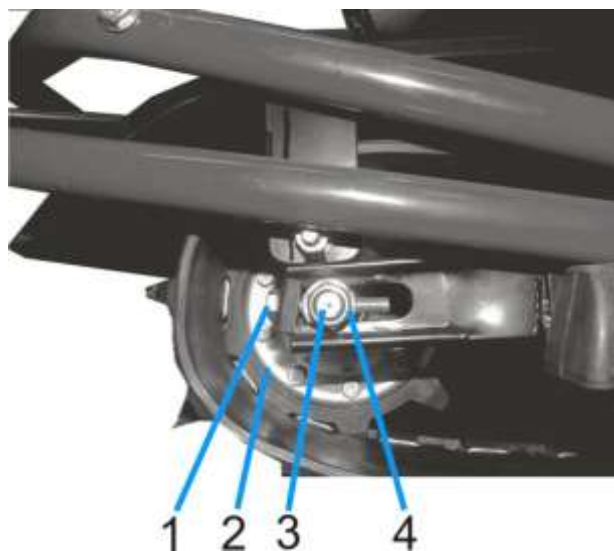

Рис. 3. Регулировка натяжения гусеницы
11.2. Проверка ходовой части (см. рис. 3).